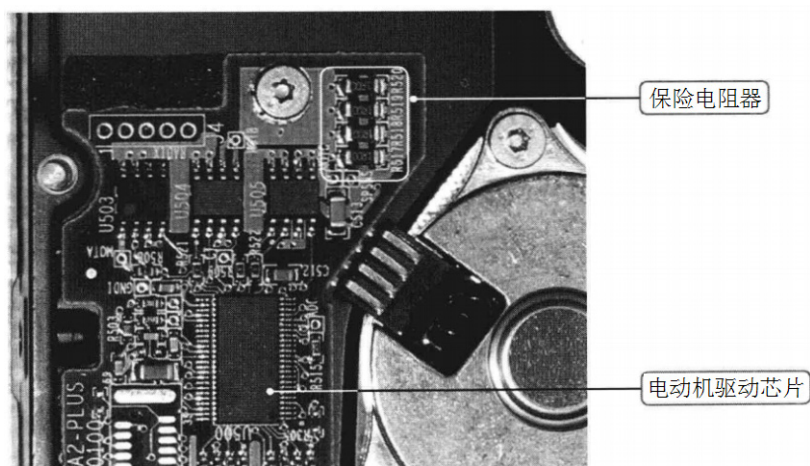

图 6-28 电动机驱动芯片周边的保险电阻器
(1) 测量主轴电动机各个引脚的对地电阻值是否正常 (正常电阻值应该在 400~700 Ω , 且各个引脚的对地电阻值应该基本相同)。
(2) 如果主轴电动机引脚的对地阻值为无穷大, 则是电动机电路中的保险电阻器、电感器等元器件出现断路故障或电路板与主轴电动机引脚触点接触不良。如图 6-28 所示为电动机驱动芯片周边的保险电阻器。